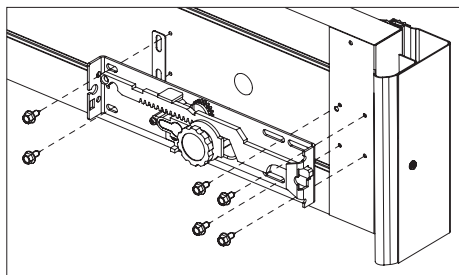

Рис. 44.2
- Закрепить на полотне ворот замковый механизм совместно с дистанционной пластиной (рис. 44.2) при помощи шести самонарезающих винтов. Винты заворачивать в готовые отверстия, выполненные в панели изготовителем.